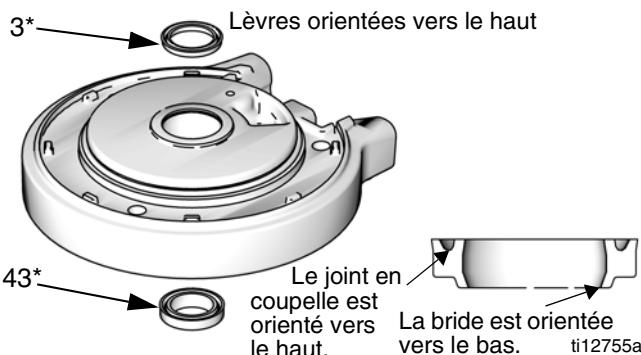

FIG. 12 : Installation d'une coupelle en U de moteur pneumatique
1. Lubrifiez et posez le joint torique (9*) sur le capot supérieur (13).
2. **M07xxx, M12xxx et M18xxx uniquement :** installez l'amortisseur supérieur (29) sur le capot supérieur (13).
3. Lubrifiez l'intérieur du cylindre (11). Abaissez le cylindre (11) sur le capot supérieur (13).
4. Lubrifiez et posez le joint torique (8*) autour du piston (5).
5. Faites glisser l'ensemble de piston (5) dans le cylindre (11). Assurez-vous que le joint torique (9*) reste bien en place.
6. Installez le bouclier (12) autour du cylindre (11) et ainsi que dans la rainure du capot supérieur (13).
7. Consultez la FIG. 12. Lubrifiez et posez un joint de coupelle en U neuf avec bride (43*) dans le bas du roulement dans le capot inférieur (1). La coupelle en U doit être orientée vers le haut et la bride vers le bas. Lubrifiez et posez le joint de coupelle en U neuf (3*) en haut du roulement. Les lèvres doivent être orientées vers le haut.
3 Le joint en coupelle est orienté vers le haut. La bride (joint inférieur uniquement) est orientée vers le bas. Consultez la FIG. 12, page 15.